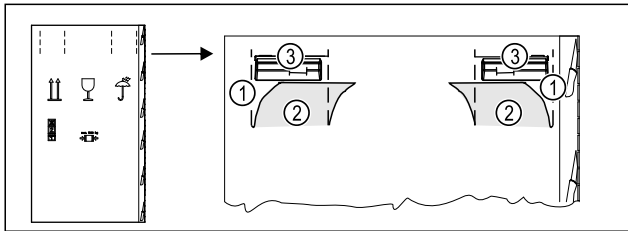

Fig. 5
- Вдавите упаковочный картон сверху по перфорации Fig. 5 (1).
- Извлеките вдавленные клапаны Fig. 5 (2).
- Можно увидеть ручку для переноски Fig. 5 (3) справа и слева.
- Удерживайте устройство за ручки для переноски Fig. 5 (3).